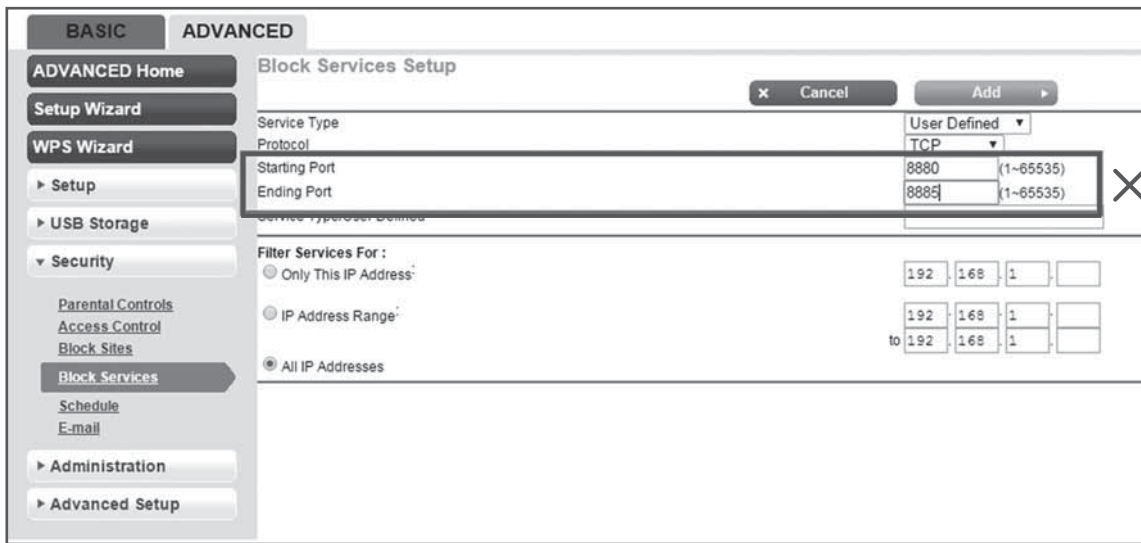

Fig. 3
7. Vergewissern Sie sich, dass der Port 8883 TCP offen ist. Wenn dieser blockiert ist (Siehe Abb. 3), ändern Sie bitte die Einstellung.